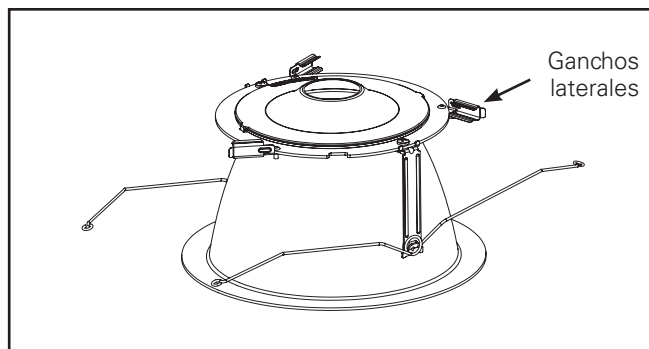

Figura 7.
3. Retire la unidad de la moldura del embalaje protector y gire los ganchos laterales (3) hacia afuera. (Figura 7).